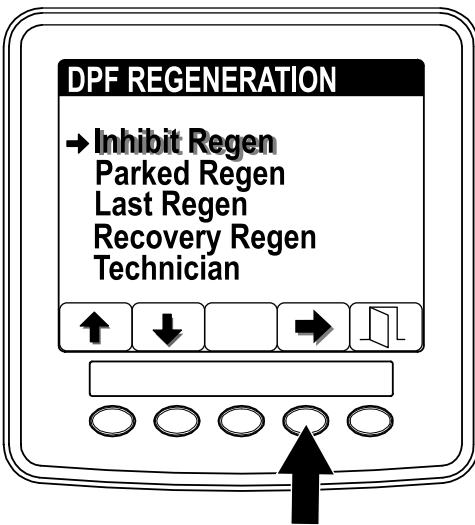

Bild 41
1. Öffnen Sie das Menü „DPF Regeneration“ und drücken Sie die Tasten 1 oder 2, um auf die Option INHIBIT REGEN zu navigieren (Bild 41).
2. Drücken Sie Taste 4, um den Eintrag „Inhibit Regen“ auszuwählen (Bild 41).